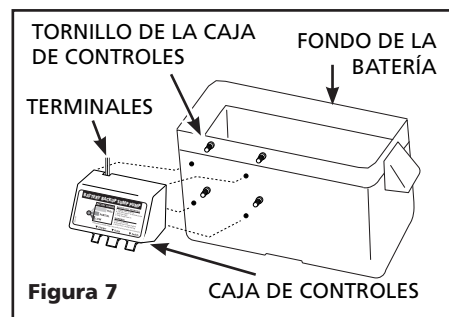

Figura 7
- Conecte la caja de control a uno de los lados del compartimiento de la batería tal como se muestra en la Figura 7. Coloque la batería en el compartimiento, conecte el cable rojo al borne positivo de la batería, y el cable negro al borne negativo. Ponga la tapa a la caja.